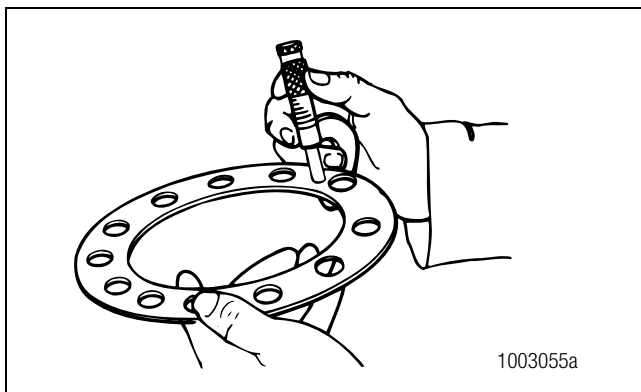

Figura 5.20
1. Con un micrómetro mida el espesor del paquete de suplementos viejo que se quitó de debajo de la jaula del piñón. Anote y registre la medida. Figura 5.20.